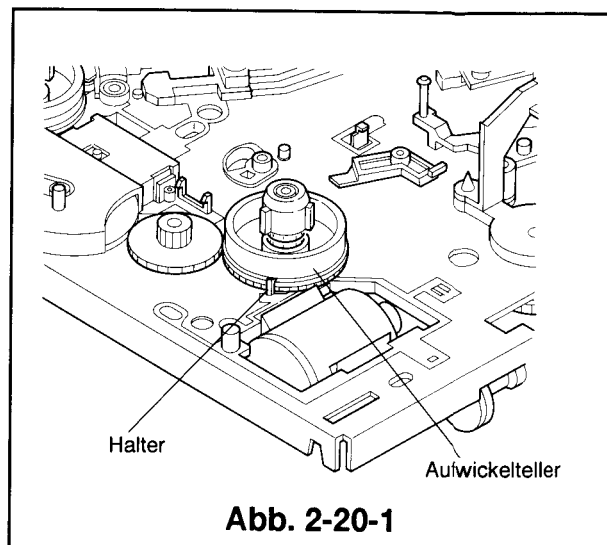

Abb. 2-20-1
- ① Das Kassettengehäuse ausbauen (siehe Artikel 2-1).
- ② Die Hilfsbremse (SP) und die Hilfsfeder (SP) ausbauen (siehe Artikel 2-14).
- ③ Den Hilfsausschalthebel, die Hilfsbremse (TU) und die Hilfsfeder (TU) ausbauen (siehe Artikel 2-16).
- ④ Den in Abb.2-20-1 gezeigten Halter lösen und den Aufwickelteller anheben, um ihn von der Achse abzunehmen.